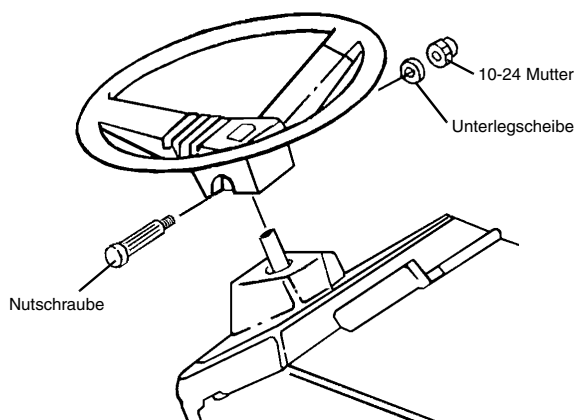

ABBILDUNG 1
- Lenkrad aus der Verpackung nehmen und so auf der Lenkwelle positionieren, daß die mittlere Speiche zum Heck des Traktors zeigt (siehe ABBILDUNG 1).